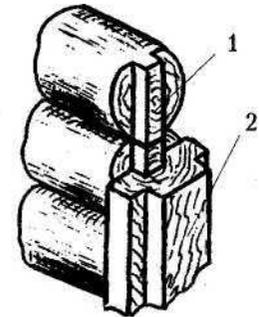

Рис. 86. Соединение стен вертикальным косяком или оконной рамой: 1 — вертикальный гребень; 2 — косяк или рама с пазом
4. Укладывая венцы, оставляйте в соответствии с чертежом проемы для окон и дверей. Перед укладкой перекрывающего венца запилите проем по отвесу в размер и обработайте торцы: они должны кончаться вертикальным гребнем (рис. 86). Установите в проемы косяки и коробки, оставив по высоте 4—5 см на усадку.